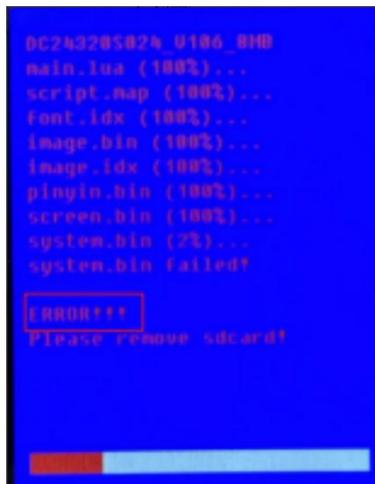

图 4-2 ERROR 提示示意图
(2) 提示“ERROR!!!”:格式化卡，重新编译，重新下载，示意图如图 4-2。